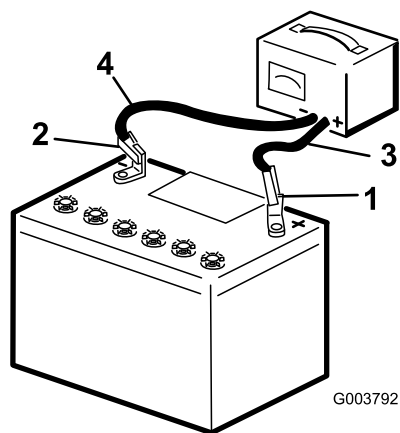

Figure 100
5. Connectez le câble positif du chargeur de batterie à la borne positive de la batterie (Figure 100).
6. Branchez le câble négatif du chargeur de batterie à la borne négative de la batterie (Figure 100).
8. Quand la batterie est chargée au maximum, débranchez le chargeur de la source électrique, puis débranchez les fils du chargeur des bornes de la batterie (Figure 100).